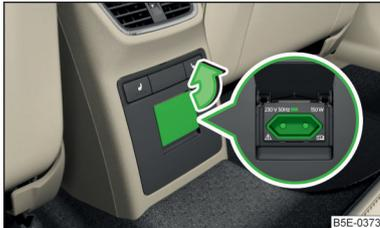

Abb. 102
Die Steckdose befindet sich in der Mittelkonsole hinten » Abb. 102.
- Die Abdeckung in Pfeilrichtung aufklappen » Abb. 102.